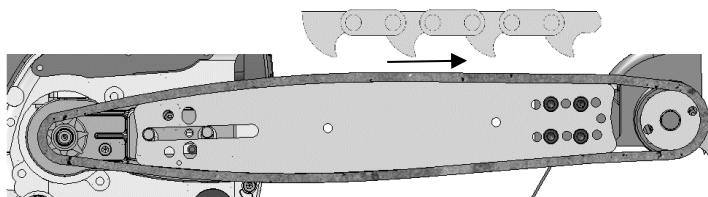

Fig. 3: Montaggio della catena
- > Ora posizionare la catena intorno al pignone della motosega e al pignone di trascinamento. Inserire le maglie di trasmissione nella scanalatura della guida. Assicurarsi che la catena scorra nella direzione corretta (fig. 3)